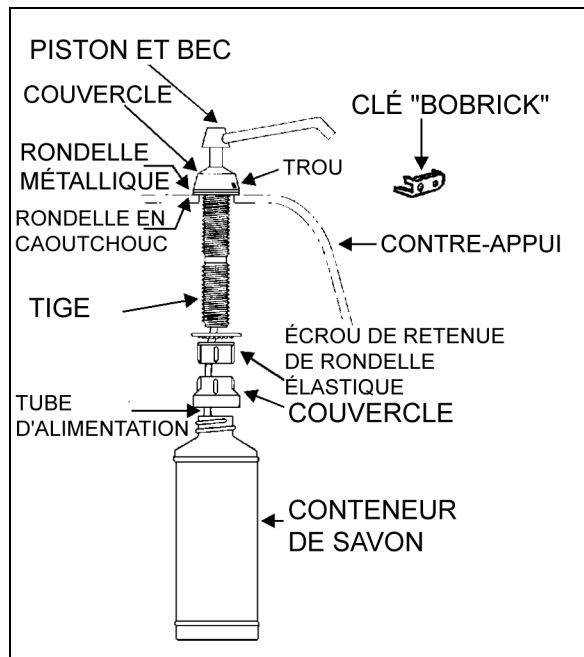

FIGURE 28: DISTRIBUTEUR DE SAVON LIQUIDE
2. Insérer la clé BOBRICK dans le trou rectangulaire du capuchon (Figure 28) et pousser directement. En tenant la clé BOBRICK enfoncée, faire pivoter le capuchon d'environ 1/8 de tour dans le sens antihoraire.